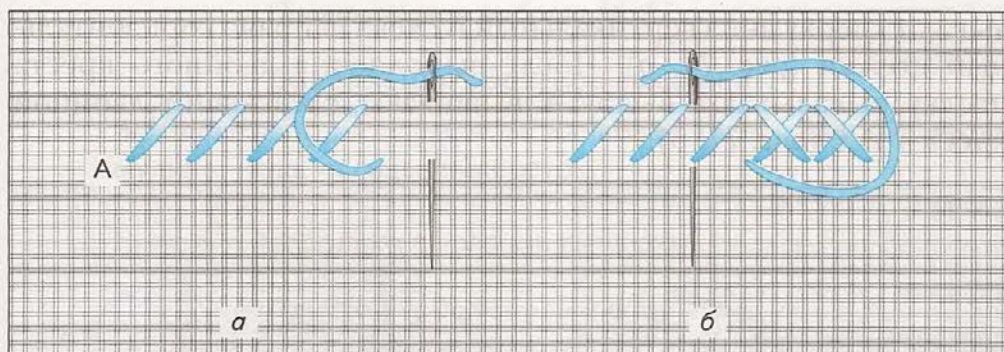

**Рис. 71.** Выполнение
*Шов крест.* Этот шов — самый любимый и распространенный из всех вышивальных швов, им вышивают на протяжении многих веков. Одиночный крестик выполняют в два приема (рис. 71): первый стежок — снизу слева вверх направо, второй — снизу справа вверх налево. Если в горизонтальном ряду нужно вышить несколько крестиков, то сначала выполняют все первые элементы (косые стежки), а затем, возвращаясь, дополняют их вторым элементом. Необходи-